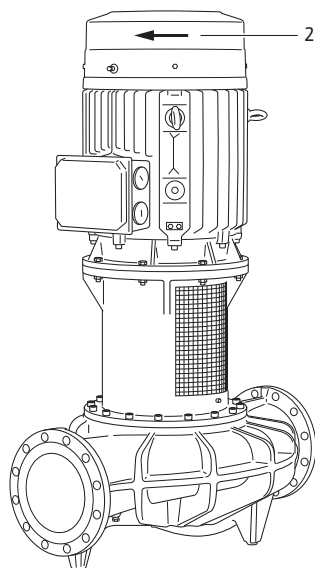

Fig. 37: Kontrollera rotationsriktningen
- Kontrollera om pumpens rotationsriktning stämmer överens med pilen på motorn genom att tillkoppla en kort stund (se fig. 37, pos. 2). Gör följande vid felaktig rotationsriktning: